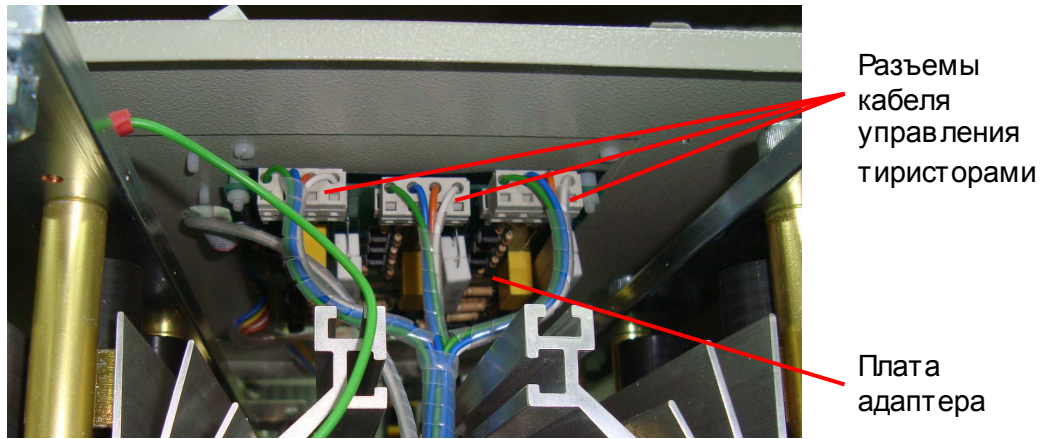

Рис. 7.30
7.11.6. Подсоединить разъемы кабеля управления тиристорами к плате адаптера (рис. 7.30).